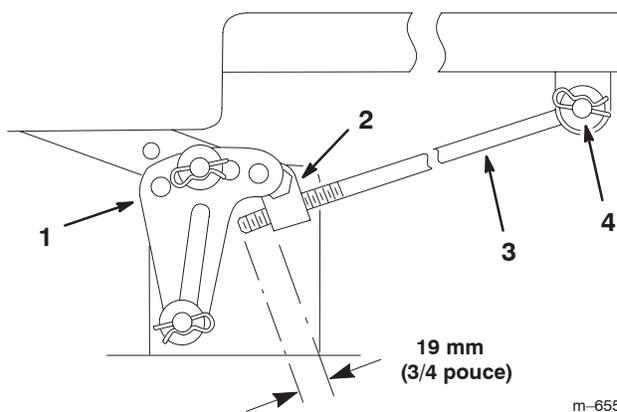

Figure 39
- Mesurez la longueur de tige qui dépasse du bloc de réglage sur les côtés du châssis (Fig. 39).
- Si la longueur n'est pas égale à 19 mm (3/4 pouce), retirez la goupille fendue et la rondelle de l'extrémité de la tige (Fig. 39), puis vissez ou dévissez la tige jusqu'à obtention de la longueur requise (19 mm ou 3/4 pouce).